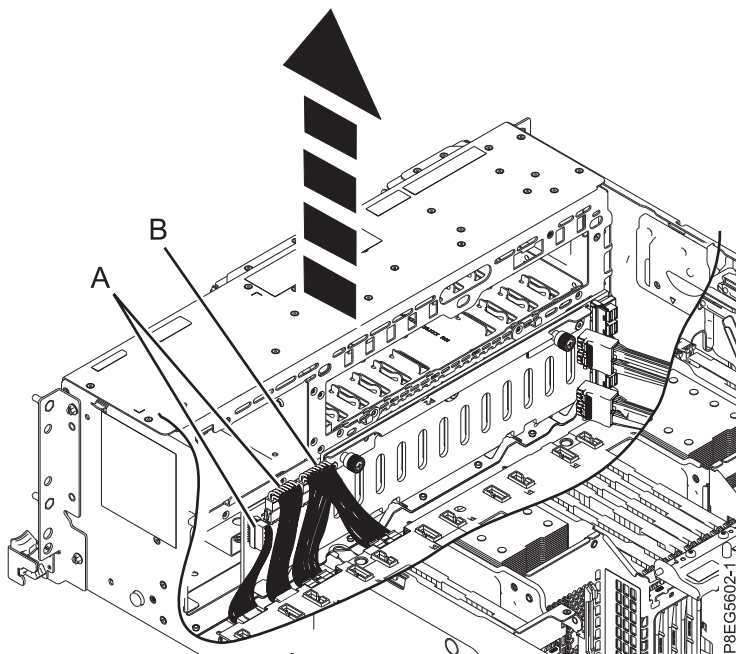

Figure 4. Déconnexion du cordon d'alimentation, du cordon d'interface et du câble du panneau de commande du fond de panier d'unité de disque
5. Étiquetez et déconnectez tous les cordons d'interface et les câbles du panneau de commande **(A)**, ainsi que le câble en Y d'alimentation **(B)** du fond de panier d'unité de disque, comme illustré dans la figure 4, à la page 7.